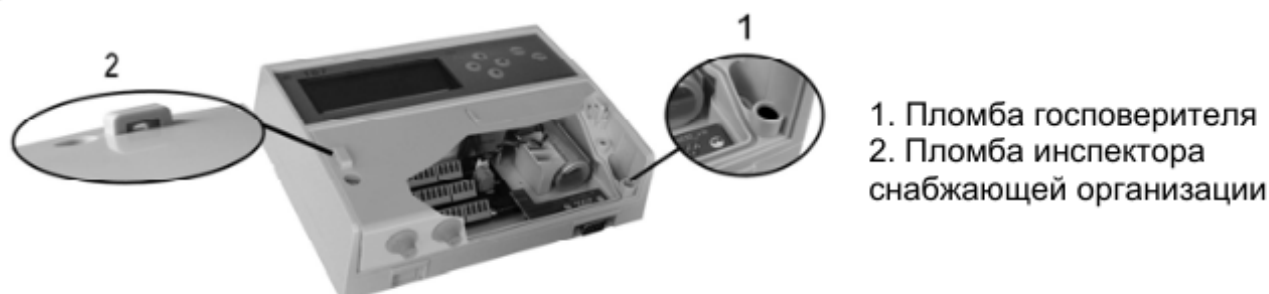

Рис. 1.2 – Места пломбирования вычислителя
**Защита от изменения калибровочных коэффициентов и от внесения изменений в электронный модуль** выполняется нанесением отиска клейма поверителя (рис. 1.2).
**Защита настроечных параметров** обеспечивается пломбой инспектора теплоснабжающей организации (рис. 1.2).
После поверки ТВ7 приборный отсек пломбируется поверителем. Места пломбирования показаны на рис. 1.2.